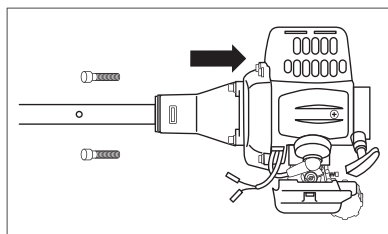

fig. 4
- Montați tubul asamblat pe motor folosind patru șuruburi (fig. 4). În acest caz axul de ieșire al reductorului și rezervorul de combustibil trebuie să se afle pe aceeași parte.